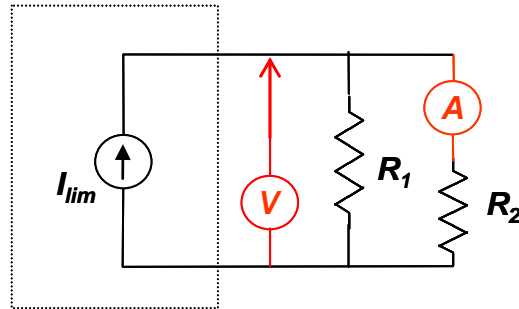

Figura 3.10. Circuit divisor de corrent utilitzant la font d'alimentació com a generador de corrent
4. Considera el circuit de la figura 3.10 amb  $R_1 = 220 \Omega$ ,  $R_2 = 100 \Omega$  i on  $I_{lim} = 50 mA$ . Treu el voltímetre i l'amperímetre i calcula el corrent que circularia per la resistència  $R_2$ .
Munteu el circuit de la figura 3.10 amb  $R_1 = 220 \Omega$  i  $R_2 = 100 \Omega$ . Com que la resistència connectada a la font ( $220\Omega // 100\Omega$ ) és inferior a la resistència crítica, la font actuarà com a generador de corrent de 50 mA.